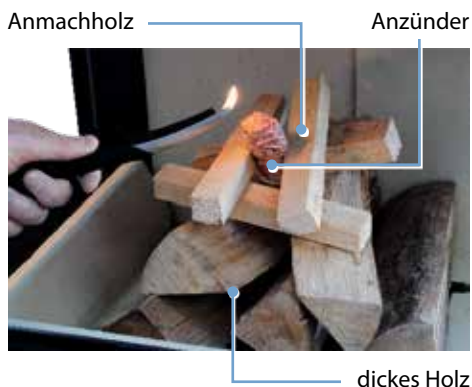

Abb.:5
- Beginnen Sie das Schichten des Brennholzes mit den größten Holzscheiten. Die Holzscheite möglichst über Kreuz schichten, niemals dicht nebeneinander schichten. Schichten Sie unter die oberste Schicht Ihr Anmachholz und den Anzündender (Abb.:5). Mit der Menge des aufgegebenen Brennstoffes bestimmen Sie maßgeblich die